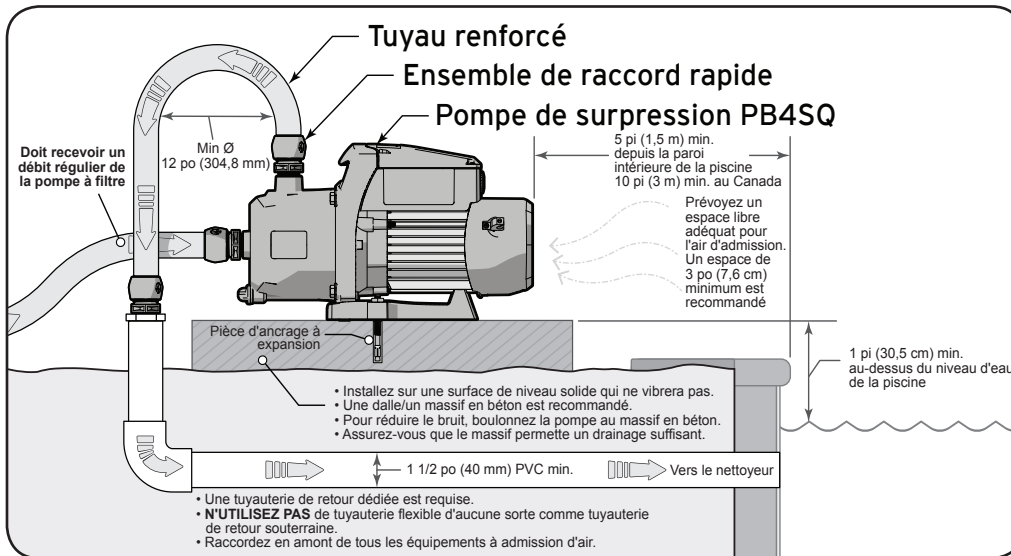

Figure 3. Exigences d'emplacement
- La pompe et tous les autres équipements de circulation doivent être installés à une distance d'au moins 5 pi (1,5 m) du rebord de piscine intérieur. Voir Figure 3.
- La pompe doit être placée sur une base solide qui ne vibrera pas. Voir Figure 3.
- Fixez la pompe en la boulonnant au massif. Cela réduira davantage la possibilité de bruits de vibration. Voir Figure 3.
*Suppose trois (3) conducteurs en cuivre dans un conduit enterré et une perte maximale de tension de 3 % dans le circuit de dérivation. Le code électrique national (National Electrical Code® – NEC®) et tous les codes locaux doivent être respectés. Le tableau présente les recommandations de dimensions minimales de câbles et de fusibles de dérivation pour une installation typique selon le code électrique national.
2. Assurez-vous que la pompe soit installée et fermement fixée à une base solide. Voir Figure 3.